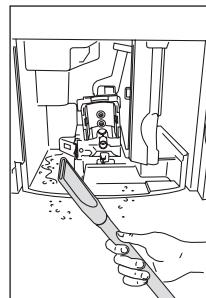

Abb. 38
- Entfernen Sie sonstige Rückstände mit einem Staubsauger (Abb. 38).